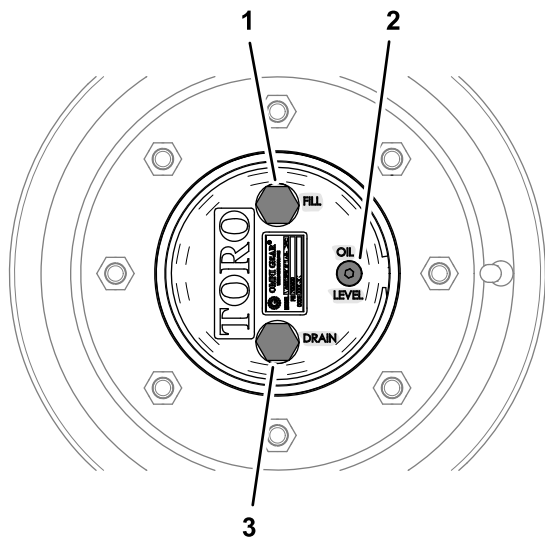

Figura 83
1. Com a máquina numa superfície plana, posicione uma roda de forma a que o tampão de enchimento fique na posição mais elevada (12 horas) e o tampão de drenagem na posição mais baixa (6 horas) (Figura 83).
1. Com a máquina numa superfície plana, posicione uma roda de forma a que o tampão de enchimento fique na posição mais elevada (12 horas) e o tampão de drenagem na posição mais baixa (6 horas); consulte Figura 83 em Verificação do lubrificante da transmissão da engrenagem planetária \(página 68\).